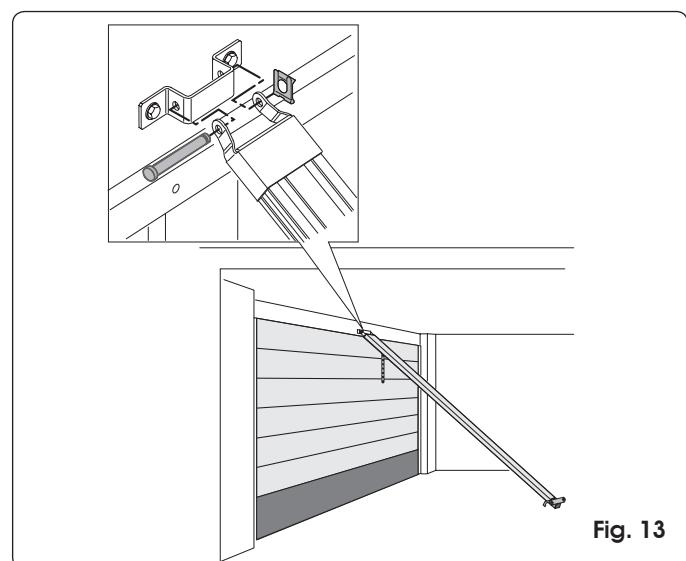

Fig. 13
- Soulever le rail de la patte d'attache antérieure et assembler cette dernière à la patte de fixation au moyen de l'axe spécifique et de la broche (Fig. 13).